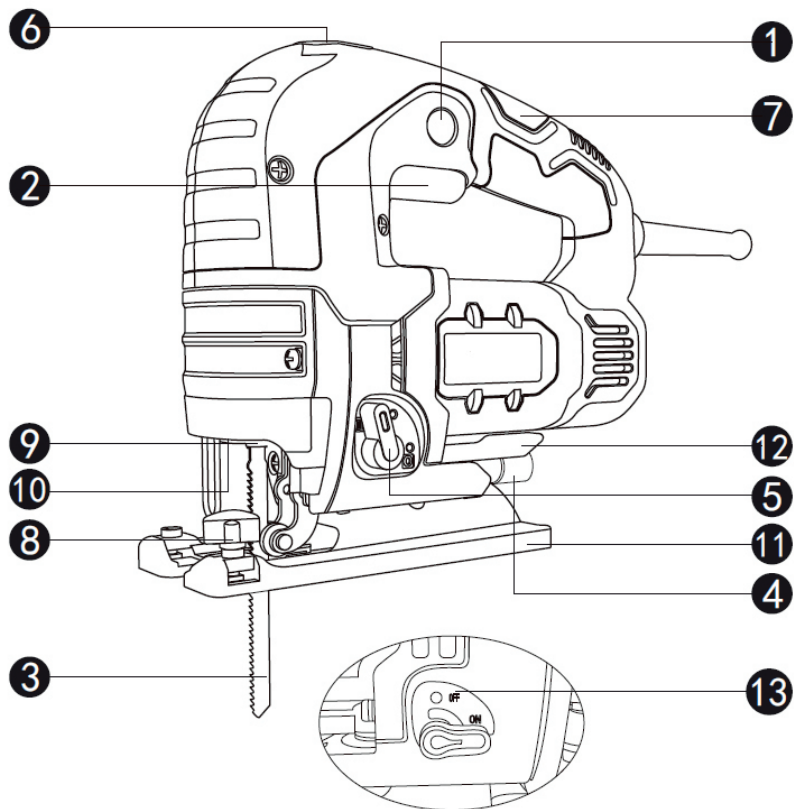

Рисунок 1
- Необходимо, чтобы при пилении опорная плита 9 (рис.1) надежно прилегала к поверхности. Перекос опорной плиты приводит к перекоосу пильного полотна, что может привести к облому пилки и к обратному удару.